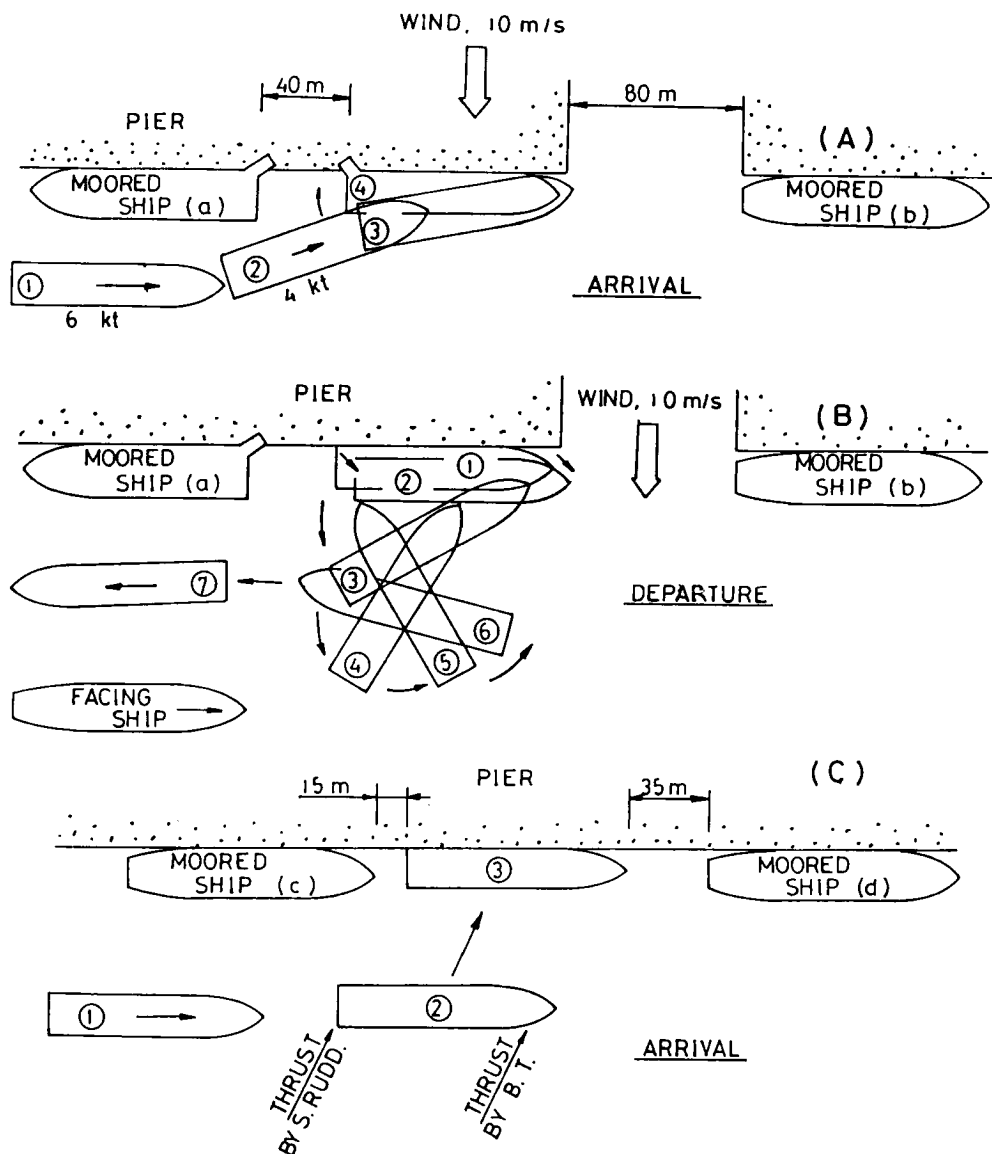

図6 藤成丸の離着棧要領
この船の処女航海での離着棧は図6、(A)、(B)のようなものだったとのことである。まず図中の(A)を見よう。着棧予定位置の前方80m、後方40m程のところには既に他船が係留されている。これを確認しながら船速6ktで進む。さらに減速して4ktにすると同時に転舵し、棧橋に一層近づく。着棧予定位置付近あたりでは船首は棧橋に接する程であり船速は殆ど零となっているが、船尾から棧橋まではまだ20m位ありそうである。そこでゆっくり船尾を棧橋に寄せて着棧を終了する。この間の操船段階を①～④の順に示す。勿論曳船は使用しない。